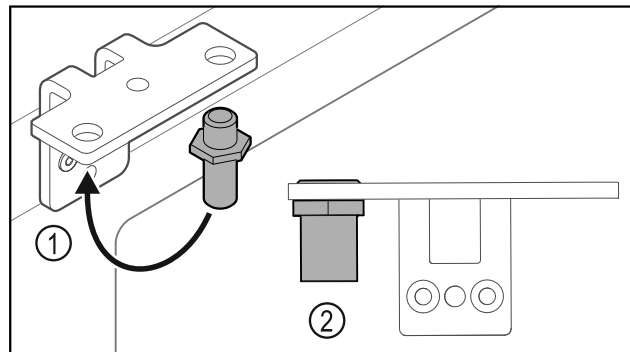

Fig. 27
- ▶ Bolzen Fig. 27 (1) im Scharnierwinkel umsetzen.
- ▶ Bolzen Fig. 27 (2) mit **Drehmoment von 12 Nm** anziehen.